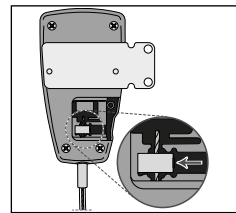

Fig. 9
11. Skjut kabeländblocket tillbaka över den inre stålkabeln och placera ändblocket tillbaka i motsvarande spår i satelliten (se fig. 9).